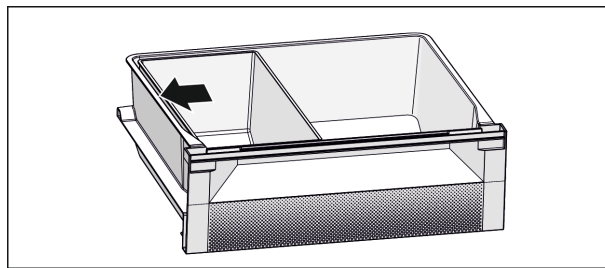

Fig. 6
- Позиціонувати ящик Fish & Seafood. Із зображеним положенням Fig. 6 () Ви отримуєте оптимальну функцію охолодження.